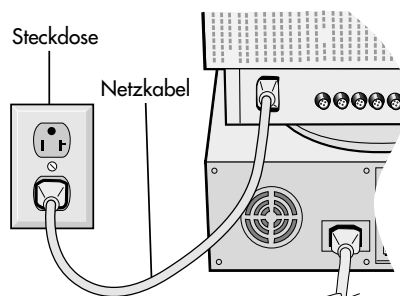

Abbildung D.1
4. Schließen Sie ein Ende des Netzkabels an den MultiSync® Monitor der Serie FP an, und stecken Sie das andere Ende in die Steckdose (**Abbildung D.1**).